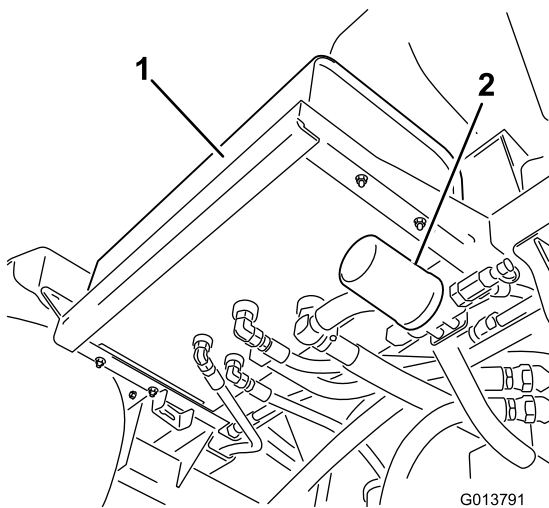
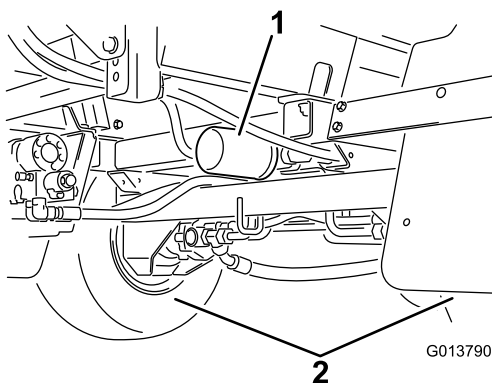

Figure 100
Figure 101
2. Localisez les 2 filtres hydrauliques sur la machine (Figure 100 et Figure 101).